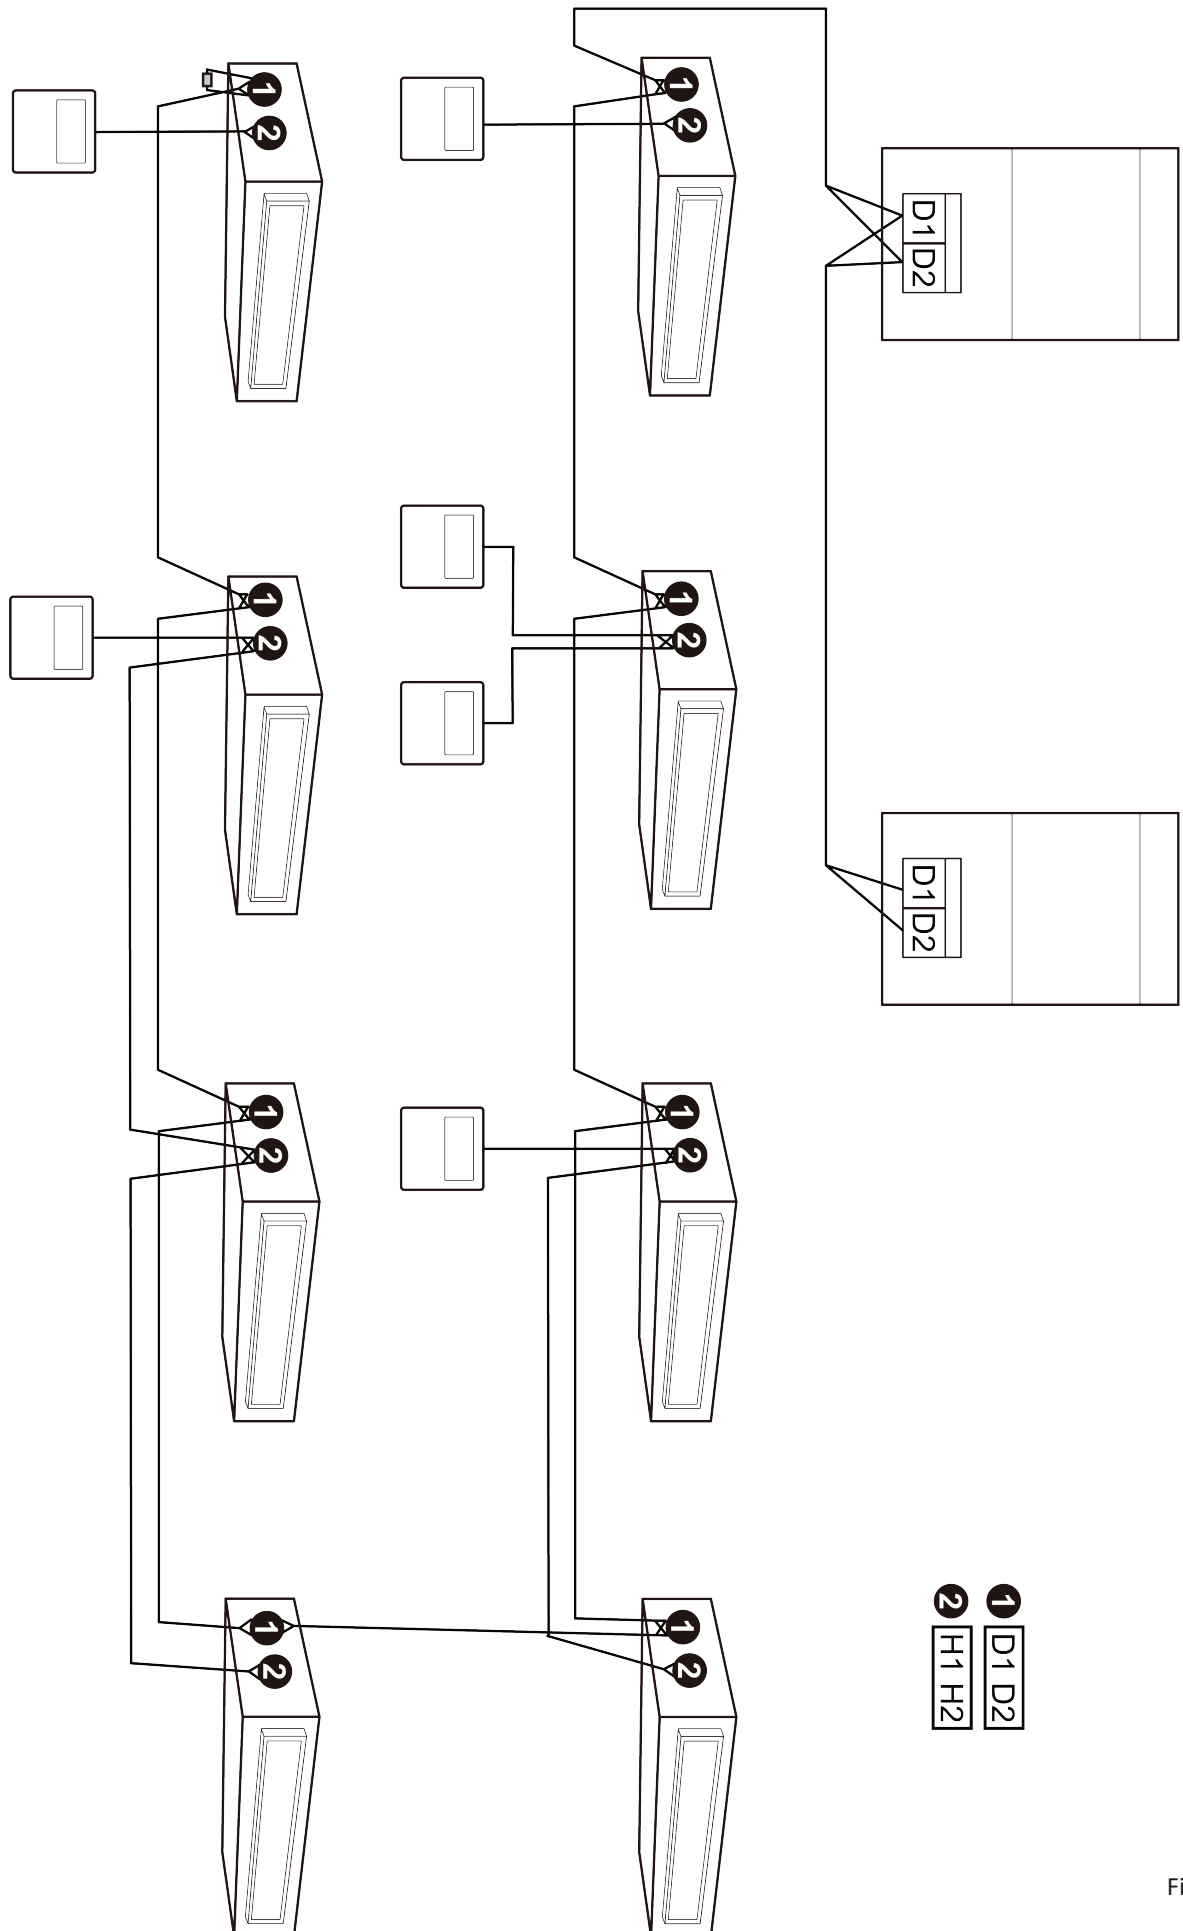

Fig.5.7
- 4 Une commande filaire est capable de contrôler 16 unités intérieures en même temps. (voir fig. 5.7)